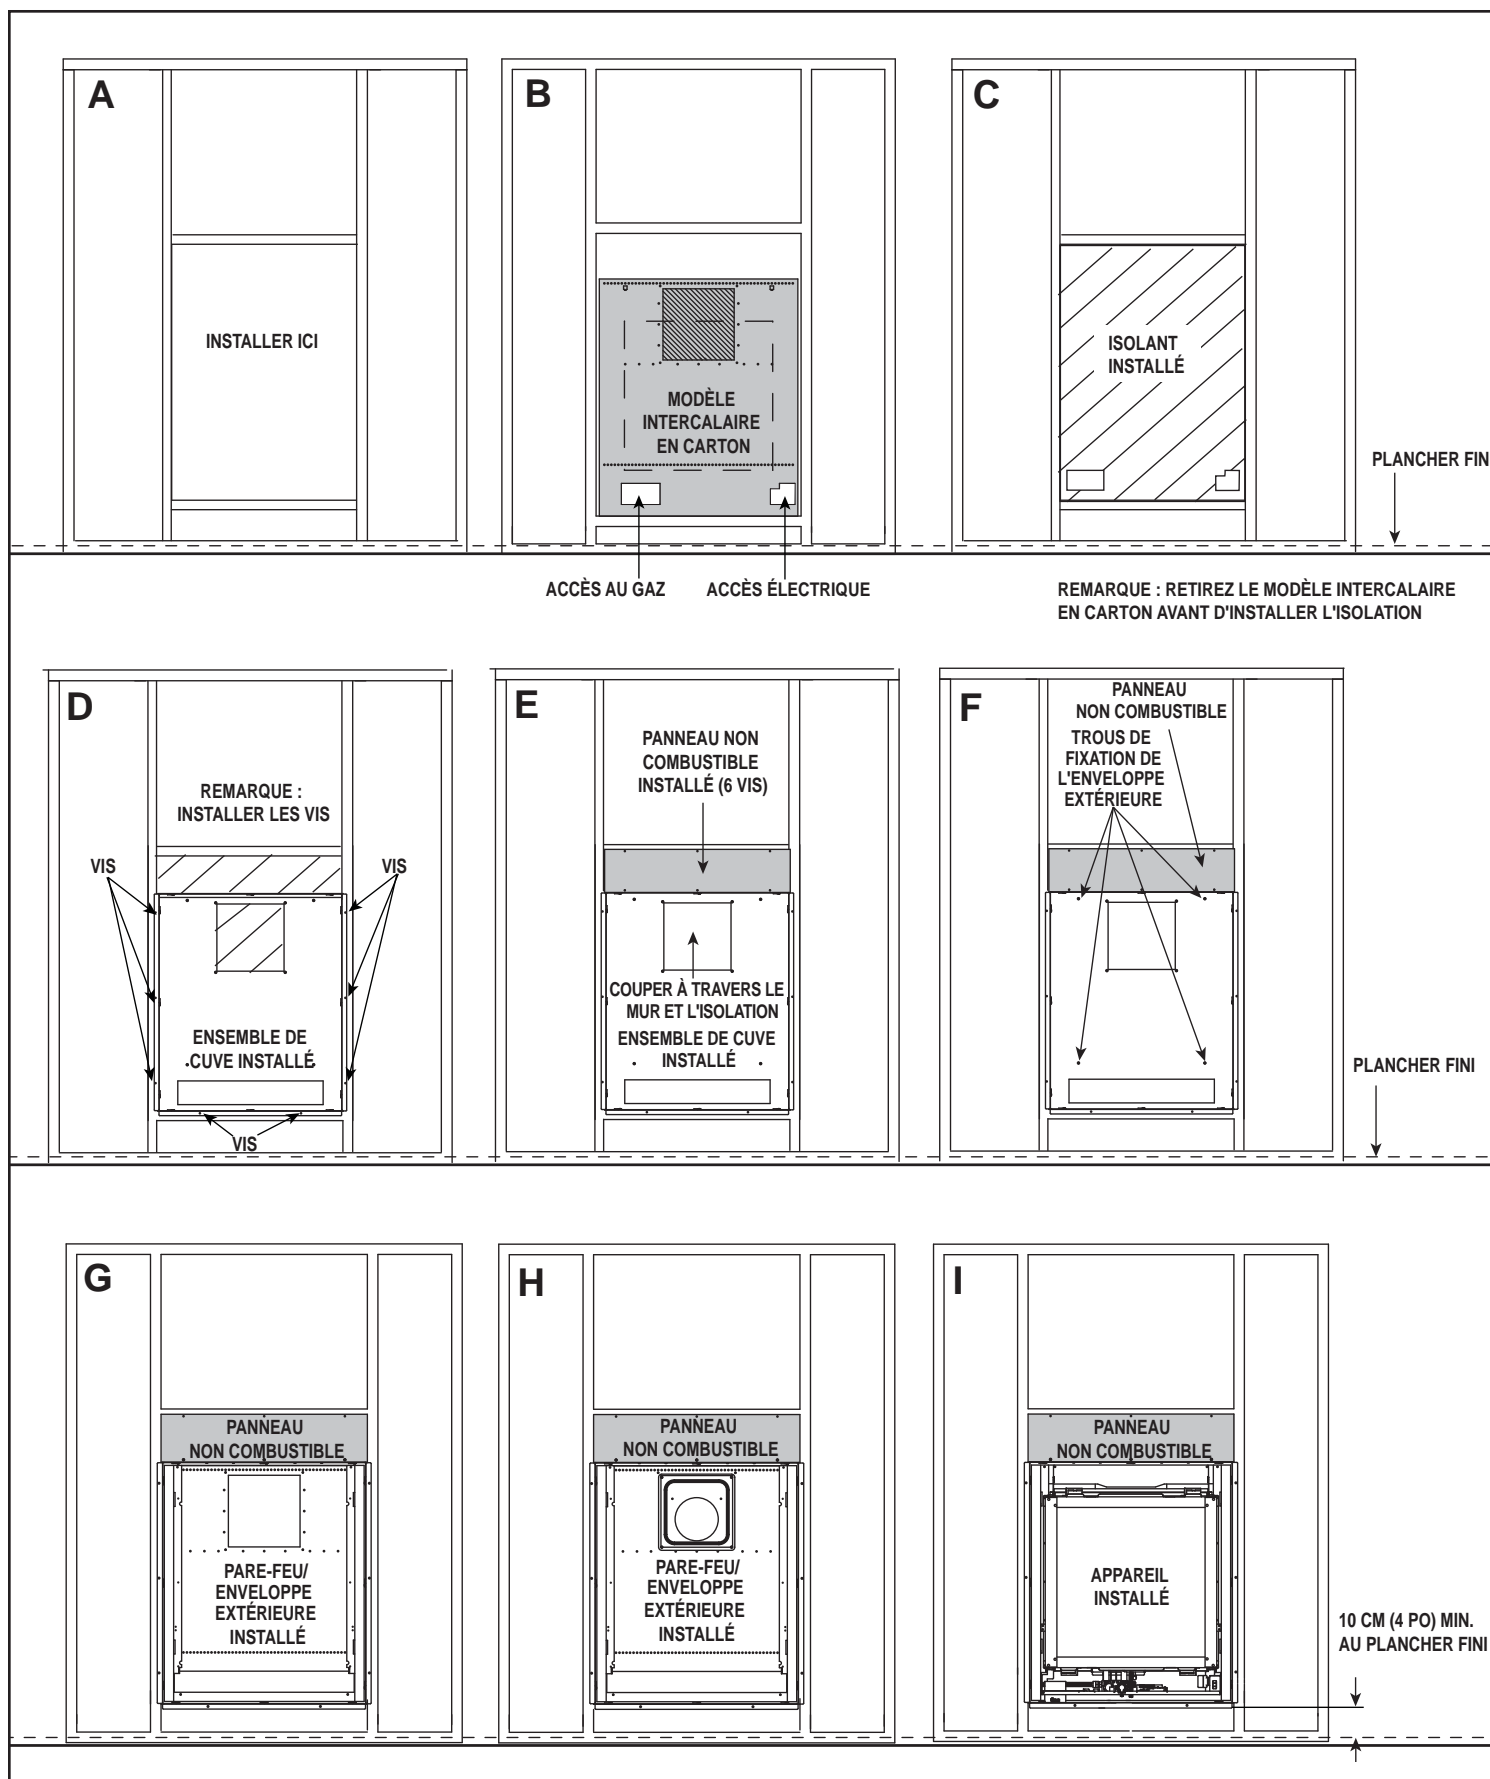
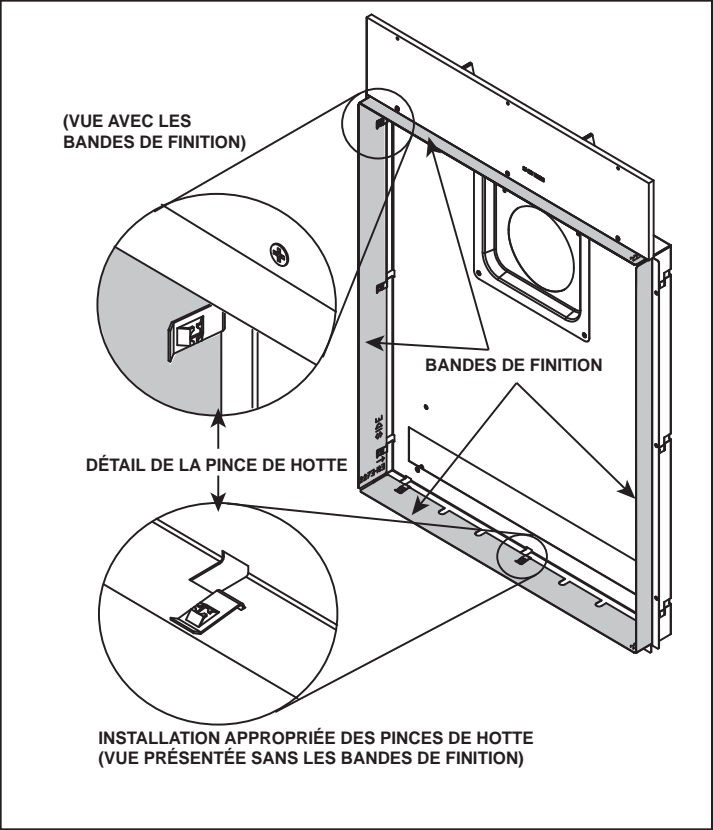

Figure 11.3. Installation de la cuve intramurale
Figure 11.5 Fixation de la bande de finition et installation de la pince de hotte appropriée
4. Isolez le mur selon les exigences locales des codes. Utilisez le Thermax où une valeur d'isolation R19 est requise. Voir la figure 11.3 (C) et 11.6.
5. Installez la cuve intramurale comme présenté à la figure 11.3 (D). La cuve devrait reposer sur le cadrage. Vérifiez que les pinces de hotte sont bien orientées. Voir la figure 11.5. Assurez-vous que la cuve est à niveau. Utilisez huit vis (fournies avec la trousse intramurale) pour fixer la cuve à la charpente.
6. Installez le panneau non combustible requis (fourni) comme présenté dans la figure 11.3 (E) en utilisant six vis.
7. Découpez à travers l'isolation et le mur comme présenté à la figure 11.3 (E). Laissez de l'espace pour le dégagement pour le cadrage du pare-feu discuté à l'étape 11.
13. Installez les bandes de finition si applicable. Voir la figure 11.5.